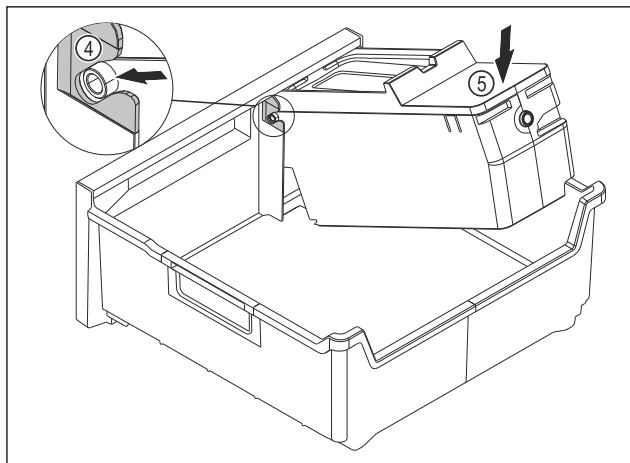

Fig. 216
- Смонтируйте корпус EasyTwist-Ice: Вставьте оси корпуса EasyTwist-Ice в направляющие Fig. 216 (4).
- Вдавите корпус EasyTwist-Ice Fig. 216 (5) вниз.